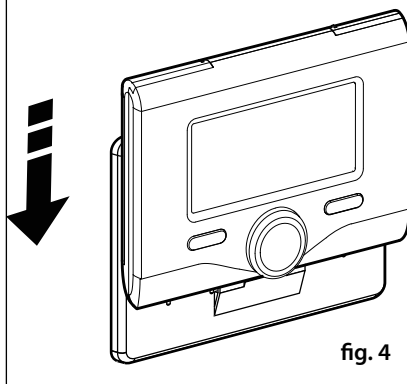

fig. 4
- posicione a interface de sistema sobre a base, empurrando-a delicadamente para baixo (fig.4).